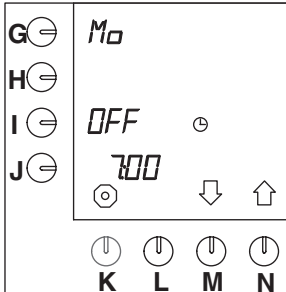

Abb. 32 Vorheizen des Behälters
- Im Display erscheint "AuS" in der Position neben der Programmier Taste (I.) (Abb.32 ).